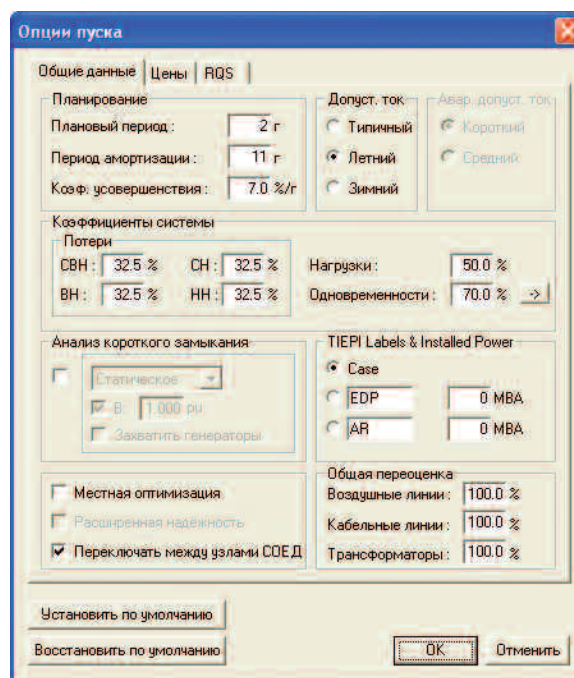

Рис. 104 Параметры оптимизации — Общие Данные
- создать отчет о произведенных действиях нажатием кнопки **Отчет**. Открывается текстовый отчет, как на рис. 104;
На рис. 104 показаны окна изменения параметров оптимизации.